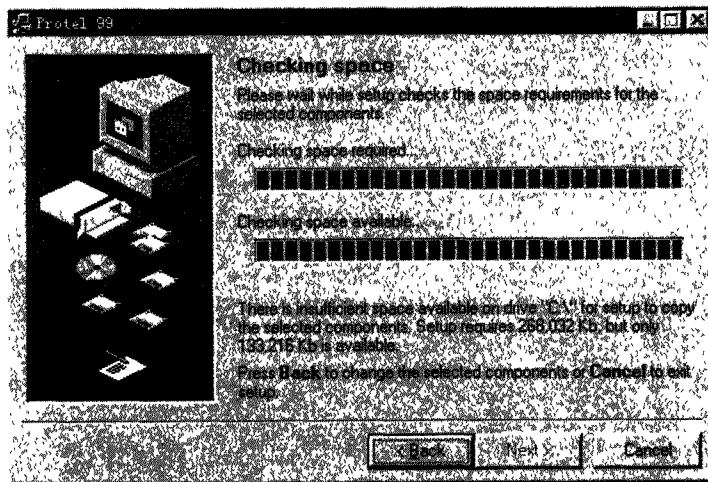

图 1-5 安装空间检测画面
6) 选择好安装路径后, 单击 Next 按钮, 接着系统就会检查指定磁盘分区上是否有足够的安装空间。如果安装空间不够, 系统会给出相应的提示信息, 如图 1-5 所示。